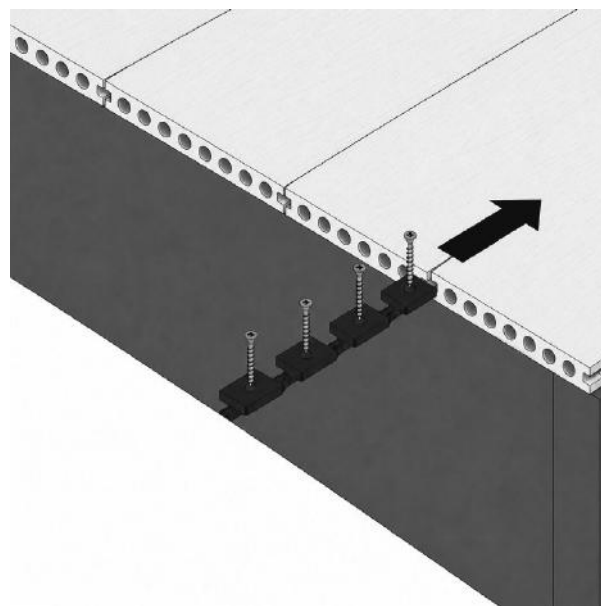

FIG. 9 – CLIPS OCULTOS DE 6 MM DESLIZADOS ENTRE LAS ÚLTIMAS TABLAS
- Con las 2 tablas en su sitio y al menos una holgura de 6 mm entre ellas, deslice hacia abajo el número necesario de clips ocultos de 6 mm (fig. 9)